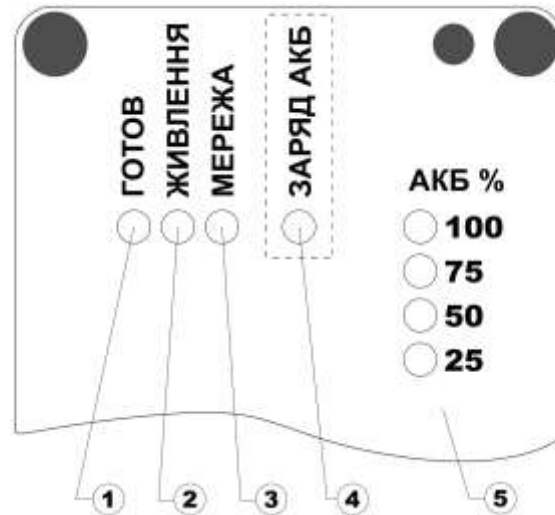

Рисунок. 3: Розташування світлодіодних індикаторів
3.2. Розташування світлодіодних індикаторів зображене на Рис. 3.